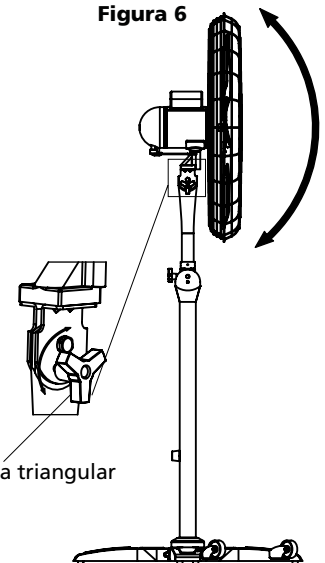

Figura 9
8. Ajusta el ángulo de inclinación apretando la perilla triangular en la vara superior. (Figura 9)